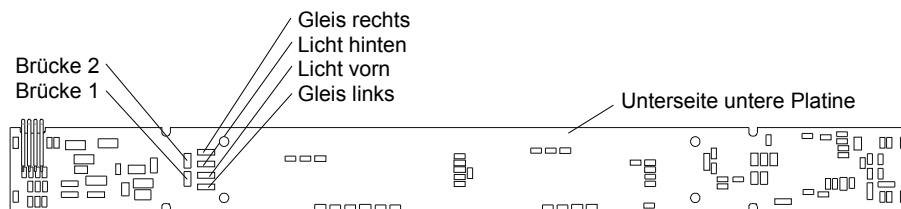

Abb. 3
**2.** Einbau eines Funktionsdecoders mit Lötanschlüssen, z.B. **KRES 3009K**, auf die vorhandene untere Platine. Die Belegung der Pads ist in der Abbildung 3 angegeben. Die im Auslieferungszustand geschlossenen Brücken 1 und 2 müssen geöffnet werden (jeweils 0Ω-Widerstand, wir empfehlen 2 LötKolben).